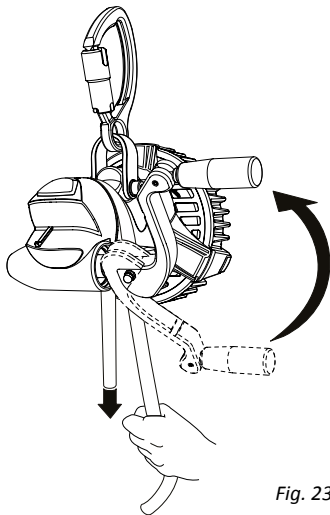
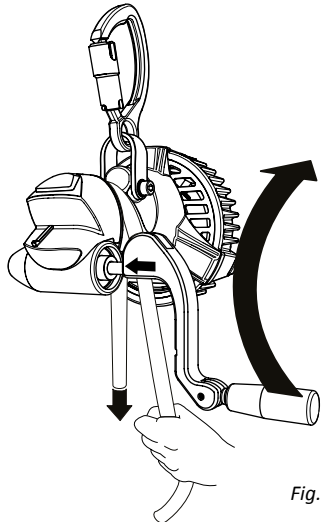
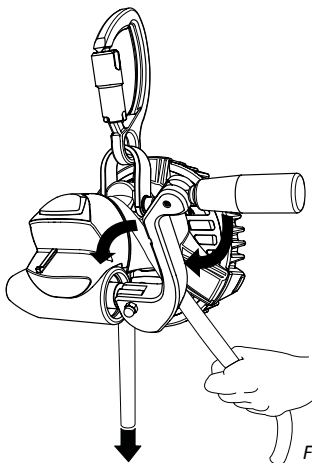

Fig. 23
Fig. 24
Fig. 25
6. Fell over sveivehåndtaket (fig. 23) og, ved behov, sveiv medurs (fig. 24) til sveivehåndtaket kan felles over (fig. 25 og 26) til nedfiringmodus.